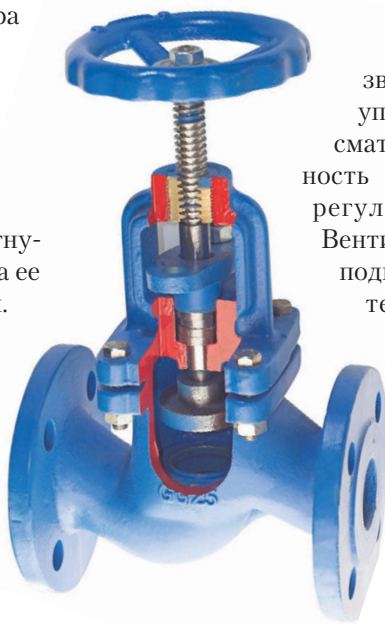

Рис. 4.31. Вентиль
- **Вентили** оснащены перегородкой, которая разделяет трубу по диагонали на две части (рис. 4.31). Перегородка имеет изогнутую форму, причем одна ее часть — горизонтальная. В открытом положении вентиль вода из первой части трубы через отверстие проходит вверх и попадает во вторую часть. Чтобы перекрыть отверстие, нужно с помощью маховика опустить вниз затвор, закрепленный на шпинделе. Вентили имеют дополнительные уплотняющие и герметизирующие элементы конструкции, которые обеспечивают надежный запор. Так, на выступе шпинделя расположена накидная гайка, кото-